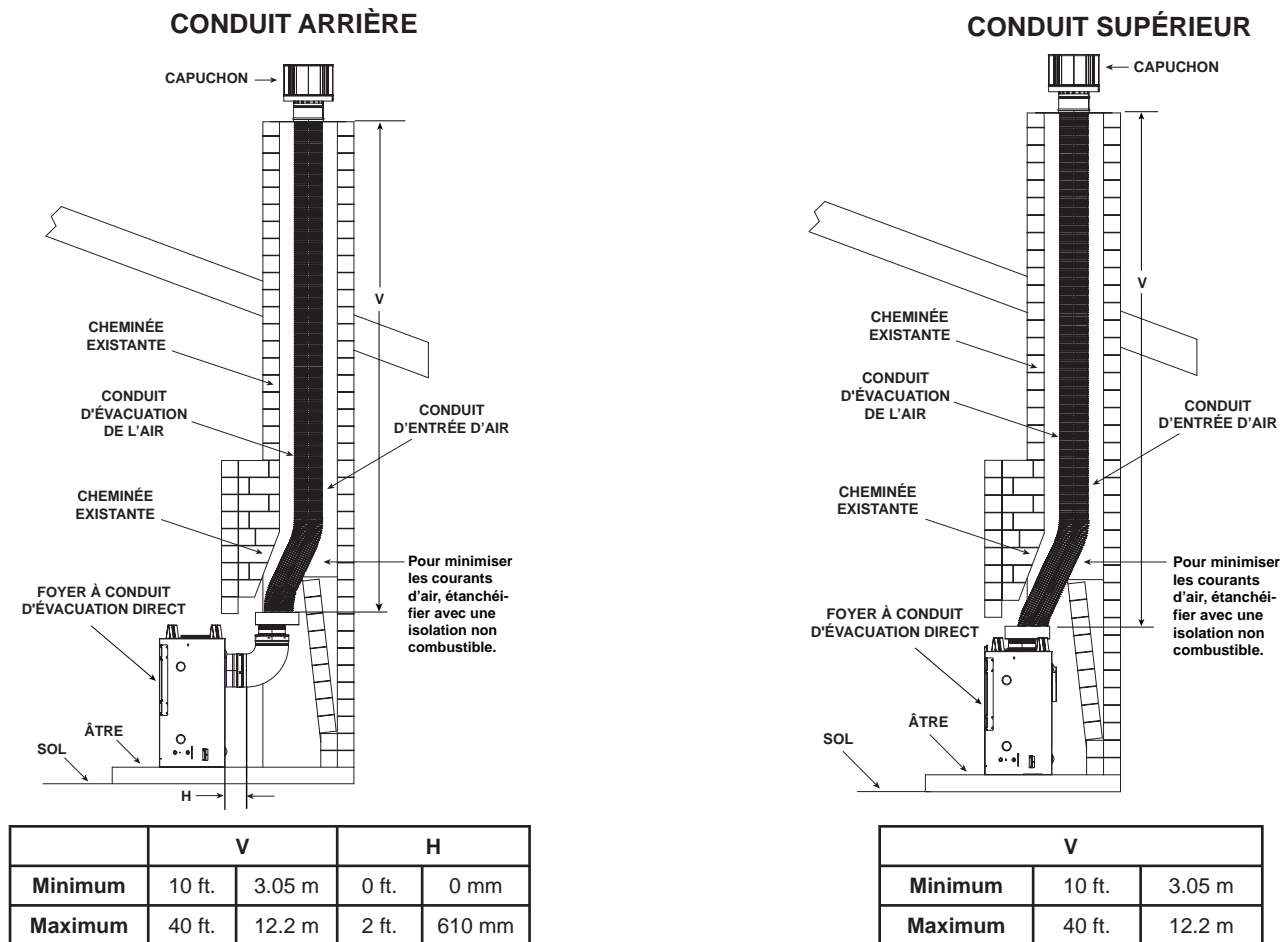

Figure 7.21
- Connectez l'adaptateur DVP-2SL à la partie verticale du coude. Suivez les instructions jointes à l'assortiment DVP-2SL. Fixez le DV-46DVA-GCL au DVP-2SL au moyen de vis autotaraudeuses de 3,5 po. Voir figure 7.21.
- Le cas échéant, enlevez le couvercle de fermeture arrière et l'isolation. Connectez l'adaptateur DVP-2SL à la partie verticale du coude. Suivez les instructions jointes à l'assortiment DVP-2SL. Fixez le DV-46DVA-GCL au DVP-2SL au moyen de vis autotaraudeuses de 3,5 po. Voir figure 7.21.